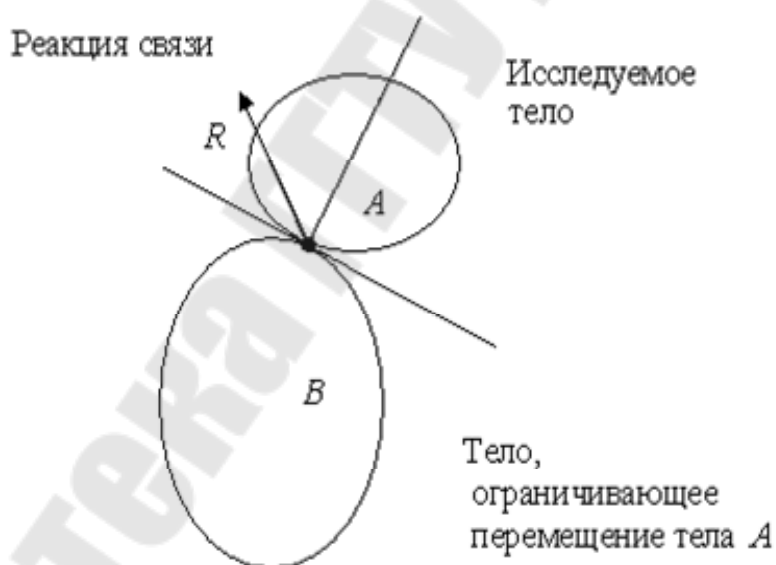

Рис. 1
3. Движение которого ограничено другими, взаимодействующими с ним, телами. Силы взаимодействия тел – это реакции связей (рис. 1).